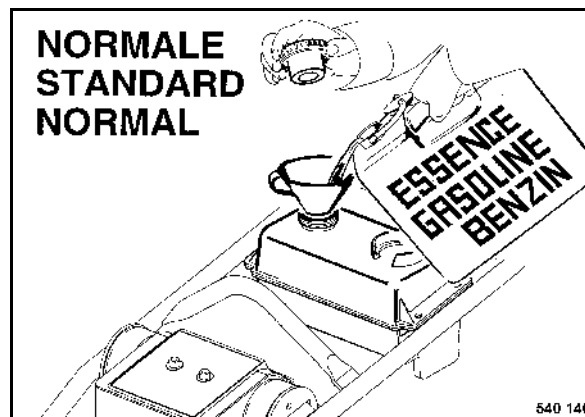

fig. 36
- Nettoyer autour du bouchon du réservoir puis le retirer (fig. 36).